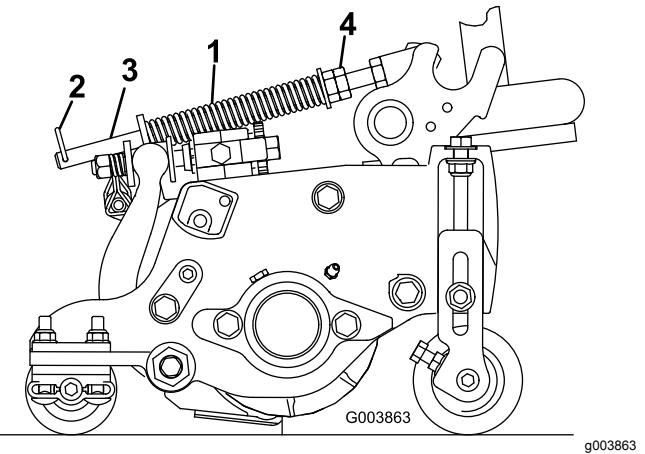

Figura 22
1. Verificate che la coppiglia sia montata nel foro posteriore dell'asta della molla (Figura 22).
| <ol style="list-style-type: none"> 2. Serrate i dadi esagonali sul lato anteriore dell'asta della molla, finché la lunghezza compressa della molla non è di 15,9 cm; fate riferimento a Figura 22. | |